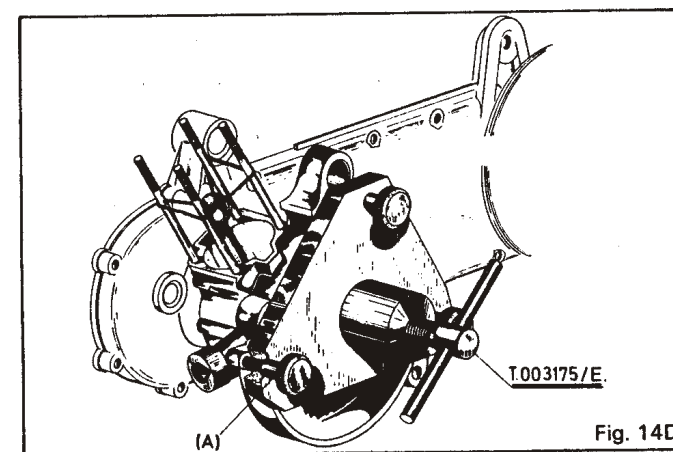

Fig. 14D
Quitar los tornillos de fijación de ambos semicárteres y fijar el útil T.003175/E al semicárter, lado volante, mediante los tornillos (A) y actuar entonces sobre el tornillo expulsor (ver fig. 14D).